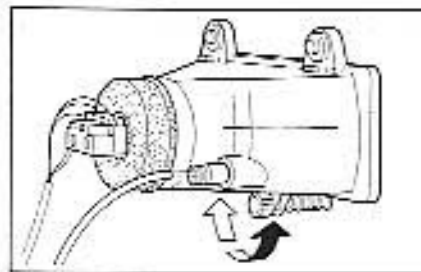
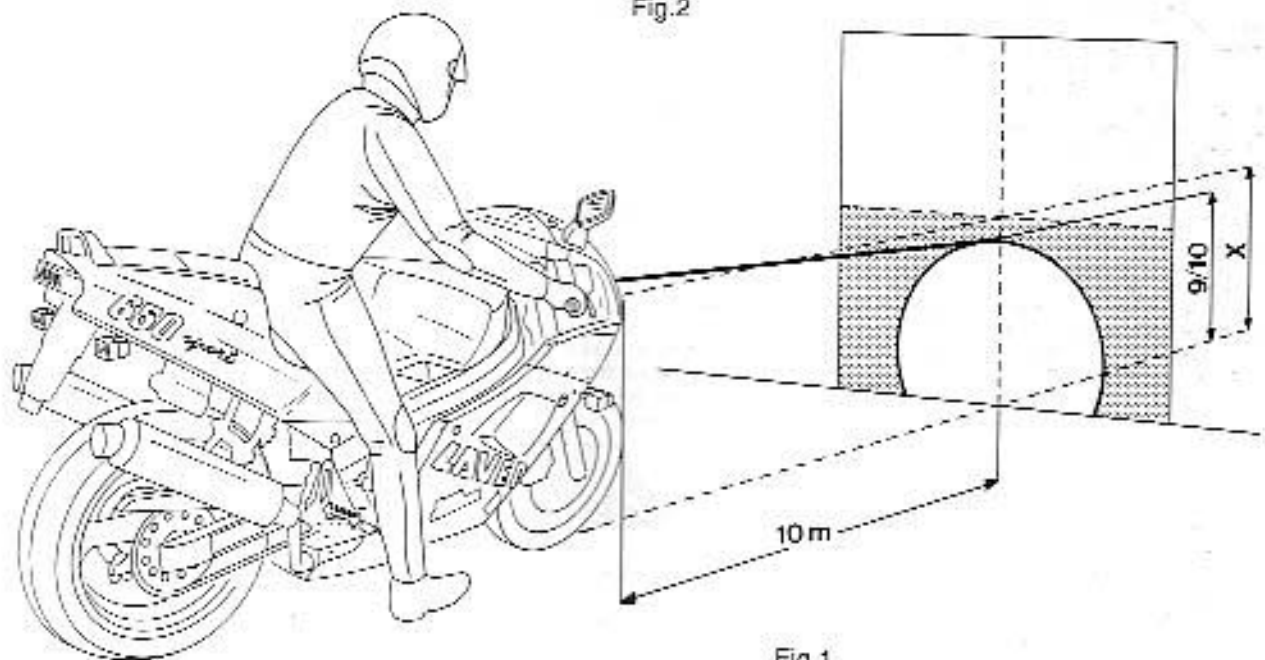

Fig. 2
Fig. 1
- Die Höhe der Scheinwerfermitte vom Boden abmessen und dasselbe Maß an der Wand anbringen (X)
- Nun das Abblendlicht einschalten und die obere Grenze des Lichtbündels überprüfen. Diese muß 9/10 von der gemessenen Höhe entsprechen (Abb. 1). Die eventuelle Änderung der Ausrichtung erfolgt durch Verstellen der Stellschrauben wie auf Abbildung 2 dargestellt.
Per procedere alla sostituzione è necessario smontare il cupolino svitando le viti che tengono i copercchi laterali carenatura (fig. 1) e le viti superiori (fig.2); togliere le fasciette dei condotti d'aria anteriori (fig.3).